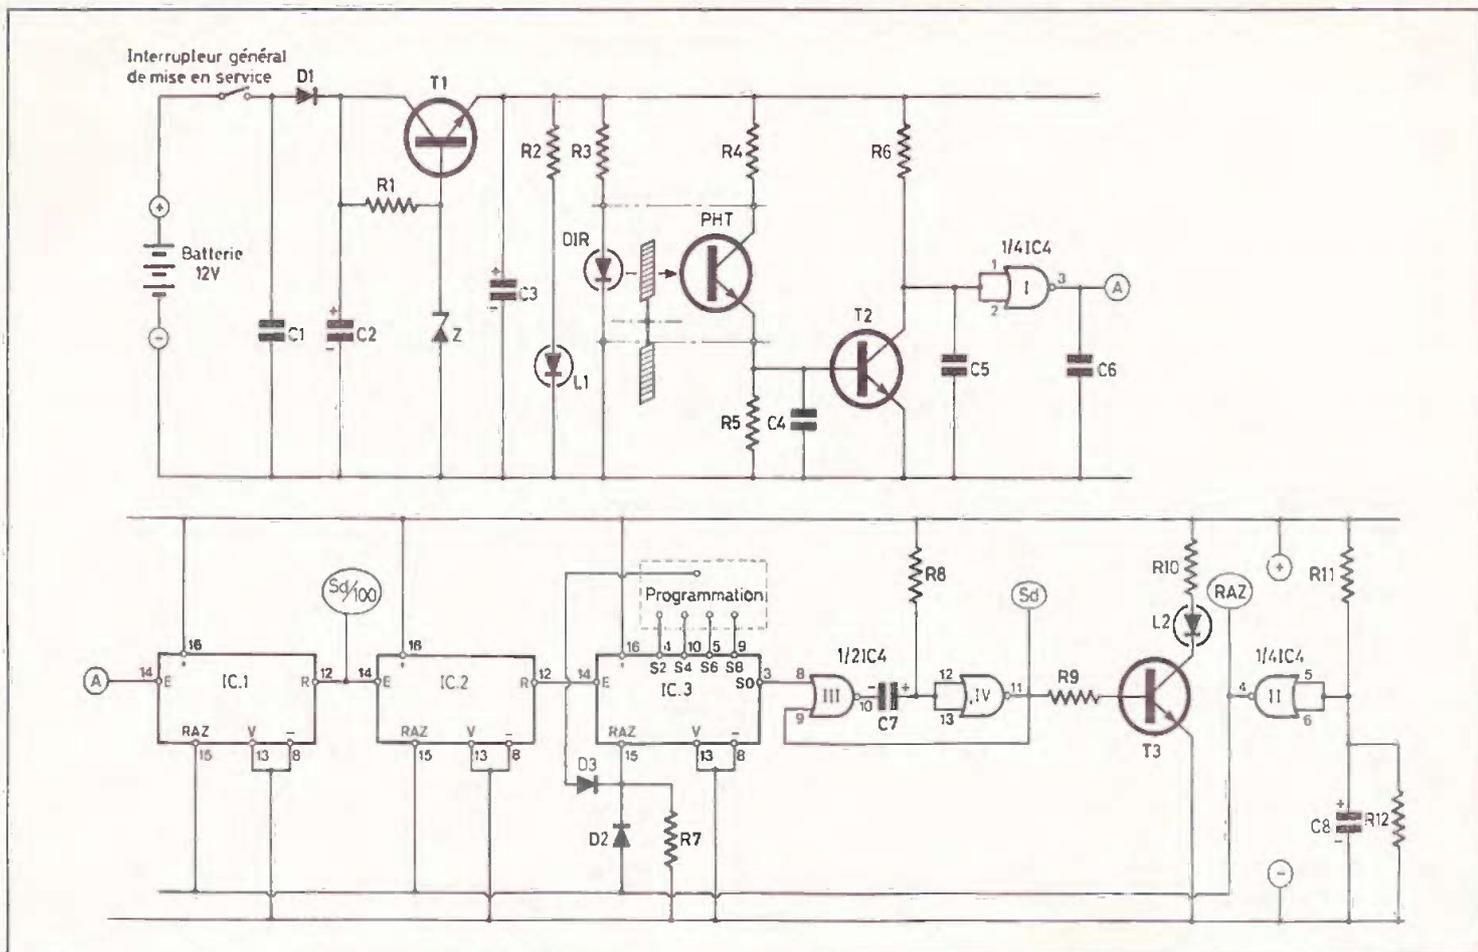

Fig. 3. — Alimentation. Détection de la distance. Mise en forme de l'information distance RAZ automatique à la mise sous tension.
a) Alimentation (fig. 3)
b) Détection du paramètre « distance parcourue » (fig. 3)
c) Mise en forme de l'information « distance » (fig. 3)
- une division par 1 000 lorsqu'il n'y a aucune liaison programmée entre les sorties et l'entrée RAZ de IC_3 (cas de la figure 3),
d) RAZ automatique au moment de la mise sous tension (fig. 3)
dans un premier temps. En effet, cette capacité se trouve chargée par un courant limité par R_{11} , si bien que le niveau logique des entrées de la porte inverseuse NOR II de IC_4 reste nul, au début de la mise sous tension. En conséquence, le niveau logique de la sortie de cette porte reste égal à 1. Ce signal désigné par « RAZ » sur la figure 3 assure la remise à 0 des trois compteurs IC_1 , IC_2 et IC_3 . Par la suite, et après un temps de l'ordre de la seconde ($R_{11} \times C_8$), la capacité C_8 étant suffisamment chargée, le niveau logique 1 disparaît à la sortie de la porte NOR II de IC_4 . Les compteurs sont ainsi prêts à remplir leur mission. La résistance R_{12} permet la décharge de C_8 lors de la coupure de l'alimentation de façon à ce qu'elle soit prête pour la réalimentation suivante. L'ensemble des éléments constituant la figure 3 se trouve inséré dans un premier boîtier Teko désigné « détection de la distance » qui comporte ainsi cinq sorties :
Les signaux de périodicité 7,2 s, disponibles à la sortie de report de IC₁, sont pris en compte par la bascule monostable constituée par les portes NOR I et II de IC₆. La sortie de cette bascule est chargée de commander, sous la forme de brèves impulsions positives, la commande périodique (toutes les 7,2 s) du séquenceur (indice B de la figure 3).